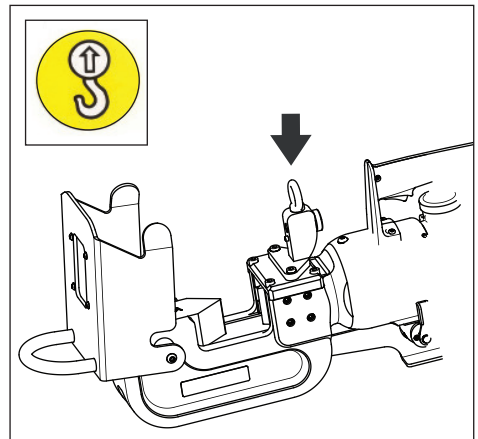

Abbildung 9, Anhebestelle
- Verwenden Sie ausschließlich die im Lieferumfang enthaltene Augenschraube, falls es notwendig sein sollte, das Werkzeug zu bewegen oder zu transportieren. Siehe Abbildung 9. Verwenden Sie Hebezeug mit ausreichender Tragfähigkeit.